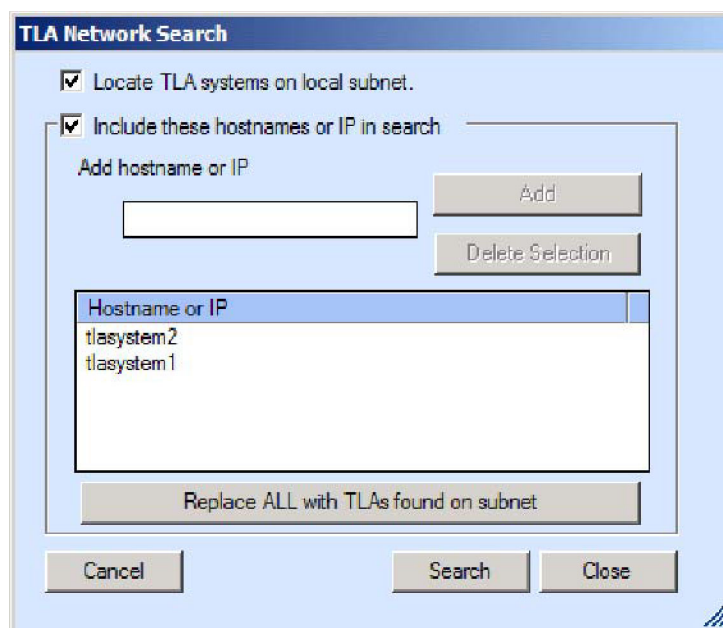

図 29: TLA Network Search ダイアログ・ボックス
- a.  (Search アイコン)をクリックして、TLA Network Search ダイアログ・ボックスを開きます。(図 29 参照)。